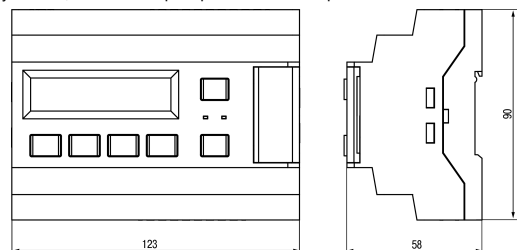

Рисунок 2 – Габаритный чертёж прибора
1. Подготовить на DIN-рейке место для установки прибора в соответствии с размерами прибора (см. рисунок 2).